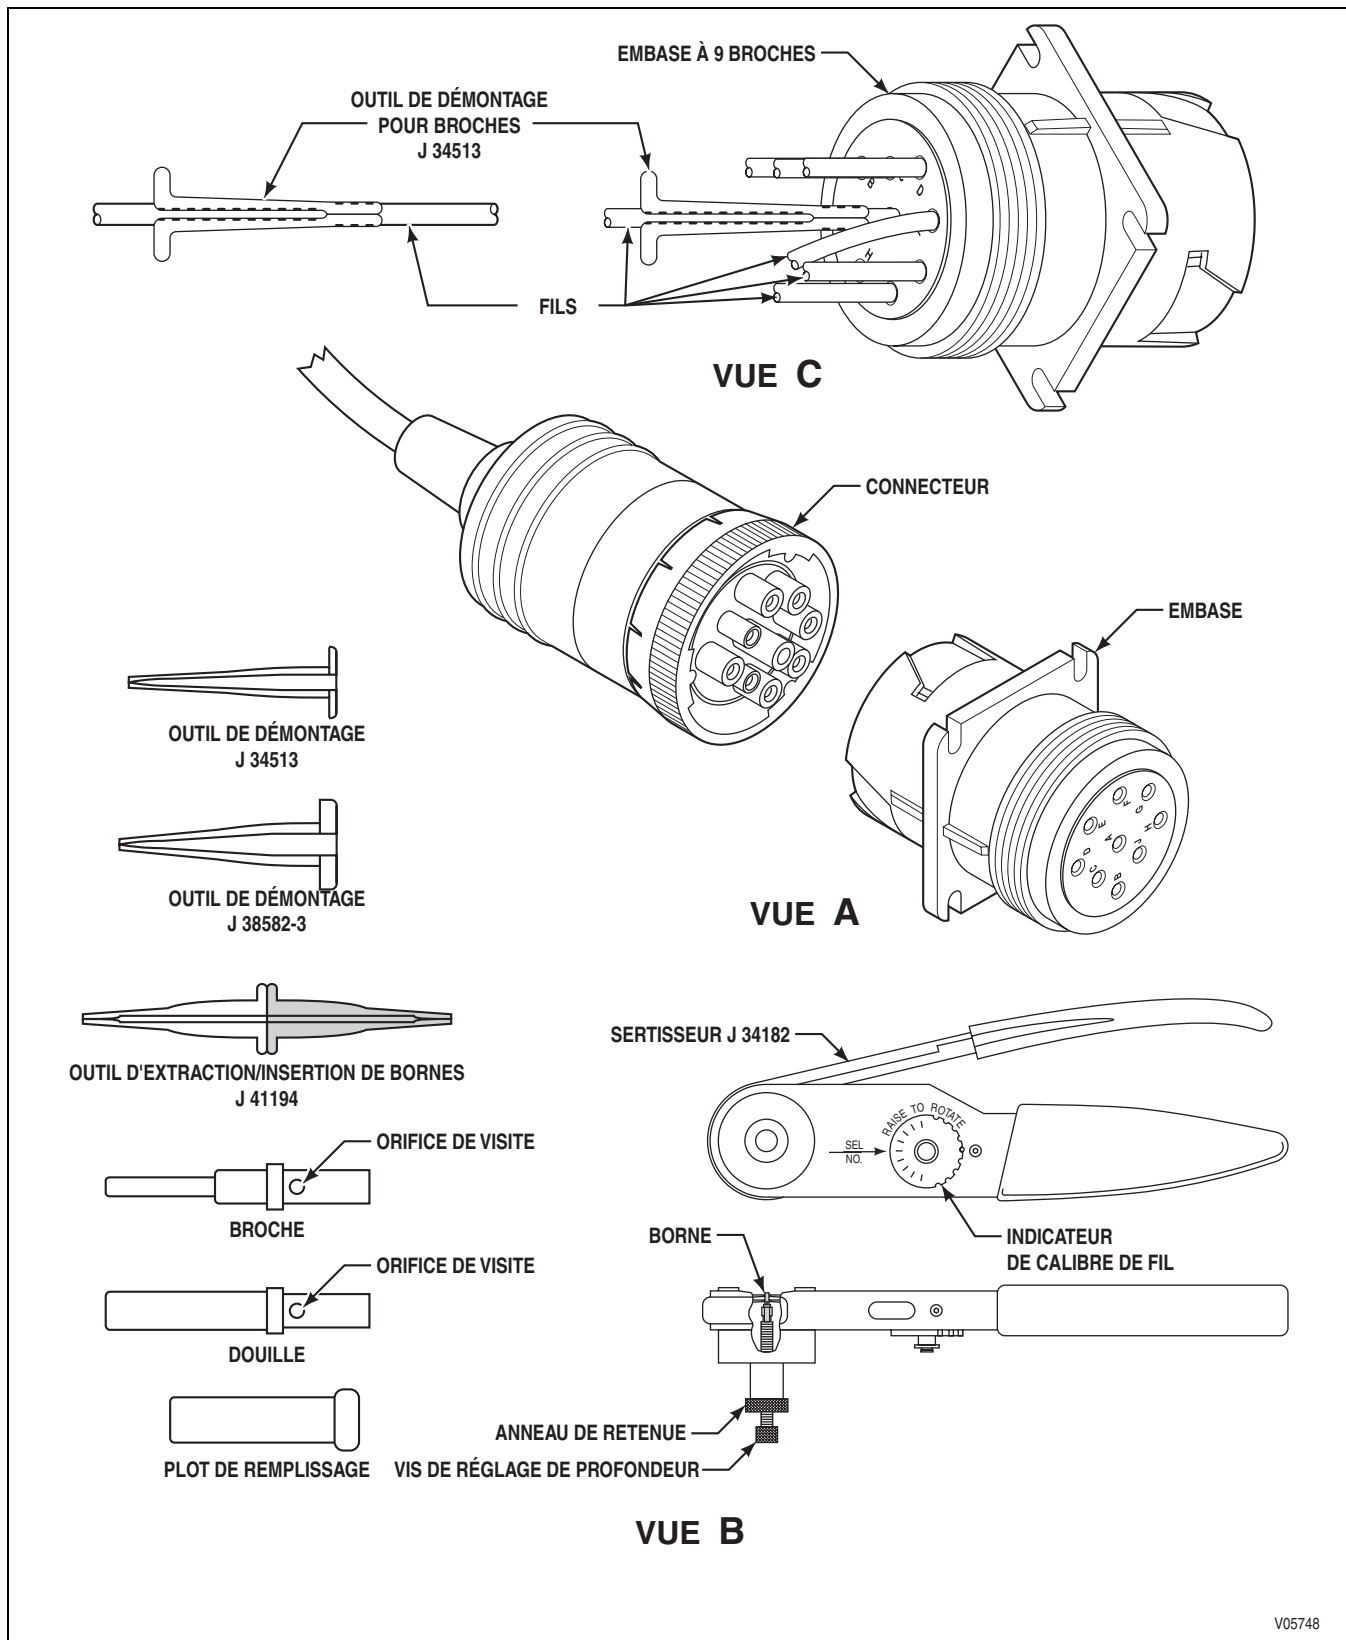

Figure E-8. Connecteurs IPD/ECD Deutsch (LDDi à 9 voies)
A. Réparation des connecteurs/bornes (Figure E-8)
B. Retrait des bornes (Figure E-8, vue A)
C. Sertissage des bornes (Figure E-8, vue B)